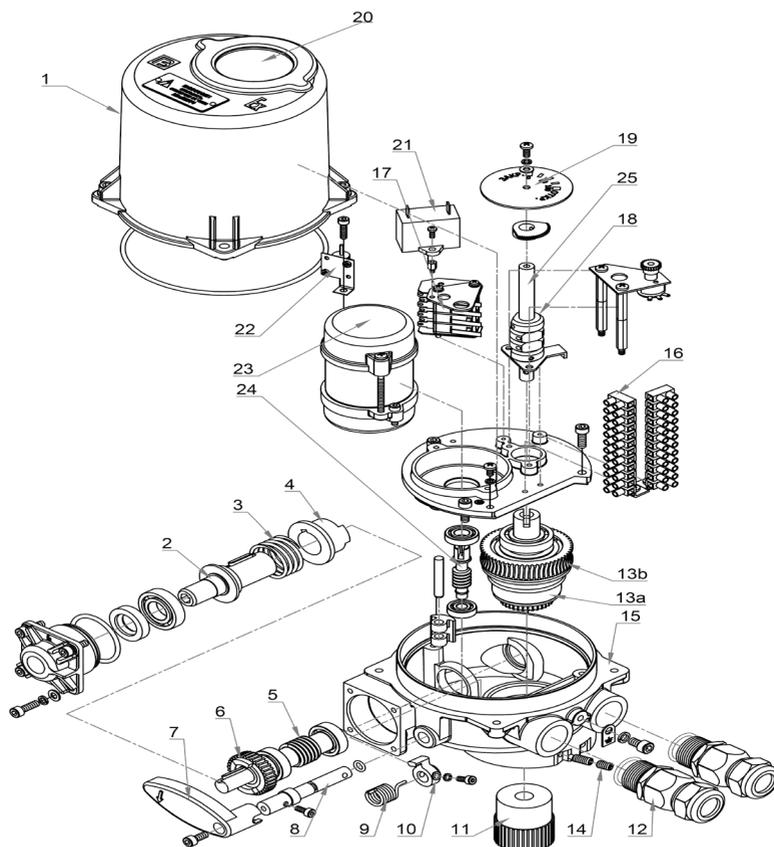

Рис.1 Электропривод ГЗ-ОФВ(К)
У электропривода ГЗ-ОФВ(К) переключение в ручной режим осуществляется рычагом переключения режимов (7) (рис. 1). При перемещении рычага открывается установочное отверстие для шестигранного торцевого ключа (размер 8 мм), вращением которого осуществляется поворот рабочего вала. По завершению работы в ручном режиме вынуть шестигранный торцевой ключ. При этом рычаг (7) автоматически возвратится в исходное положение. Привод переходит в режим работы от электродвигателя.
Для перемещения рычагов переключения режимов (7) (рис. 1) не следует прилагать чрезмерно больших усилий.